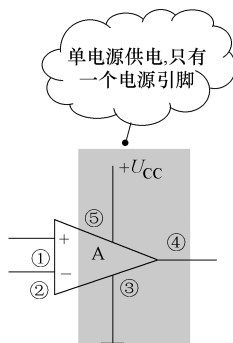

图 13-39 集成运放单电源供电电路
(1) 单电源供电电路。如图 13-39 所示是集成运放单电源供电电路。